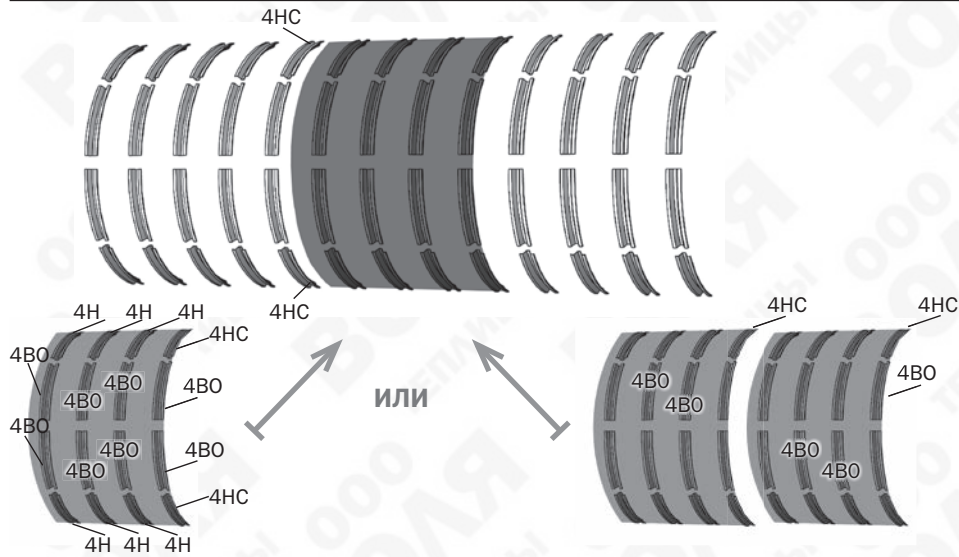

**Рис. 5**
3. Выполняйте сборку в соответствии с фотографиями этапов сборки и узлов, представленными на **рис. 5...14**.